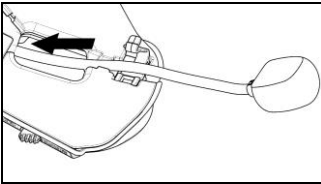

Fig. 14
- Coloque el micrófono a la longitud deseada, deslizando la parte sobrante dentro del forro de la almohadilla (Fig. 14).